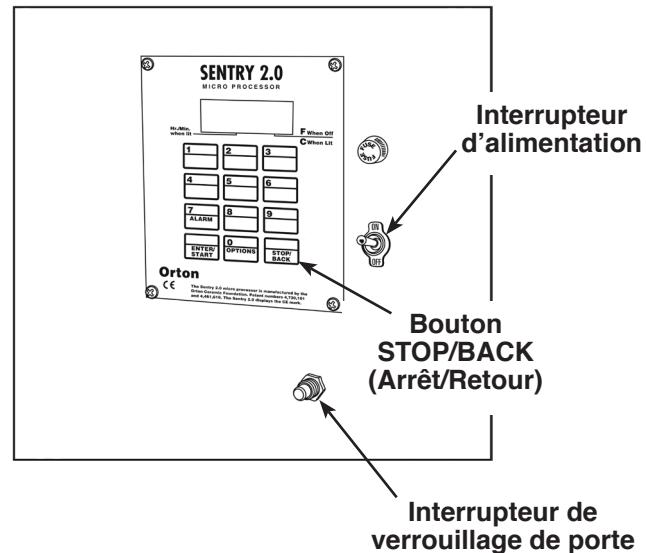

Figure 7
1. S'il est nécessaire d'ouvrir la porte de la chambre et que la température interne affichée sur le panneau de commande est inférieure à 93 °C (200 °F), appuyez sur le bouton **STOP/BACK (Arrêt/Retour)**. Appuyez sur l'interrupteur de verrouillage de la porte situé sur le panneau de commande pour ouvrir la porte. Voir la Figure 7.